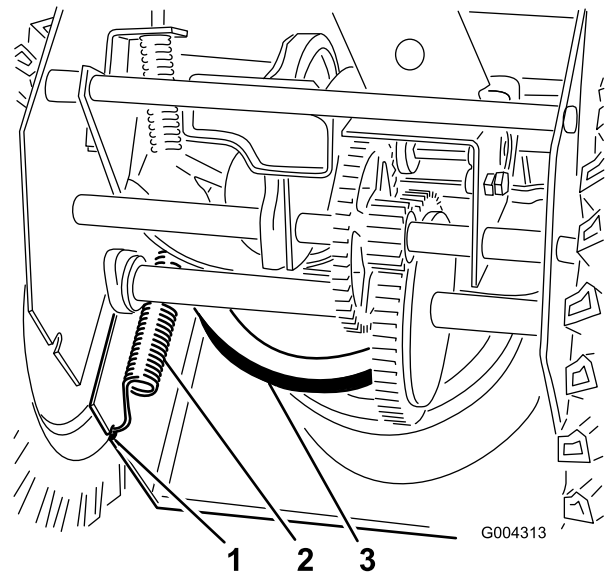

Figure 41
7. Décrochez le ressort de l'encoche dans le bord inférieur du panneau latéral (Figure 41).
13. Raccrochez le ressort dans l'encoche du bord inférieur du panneau latéral (Figure 41).